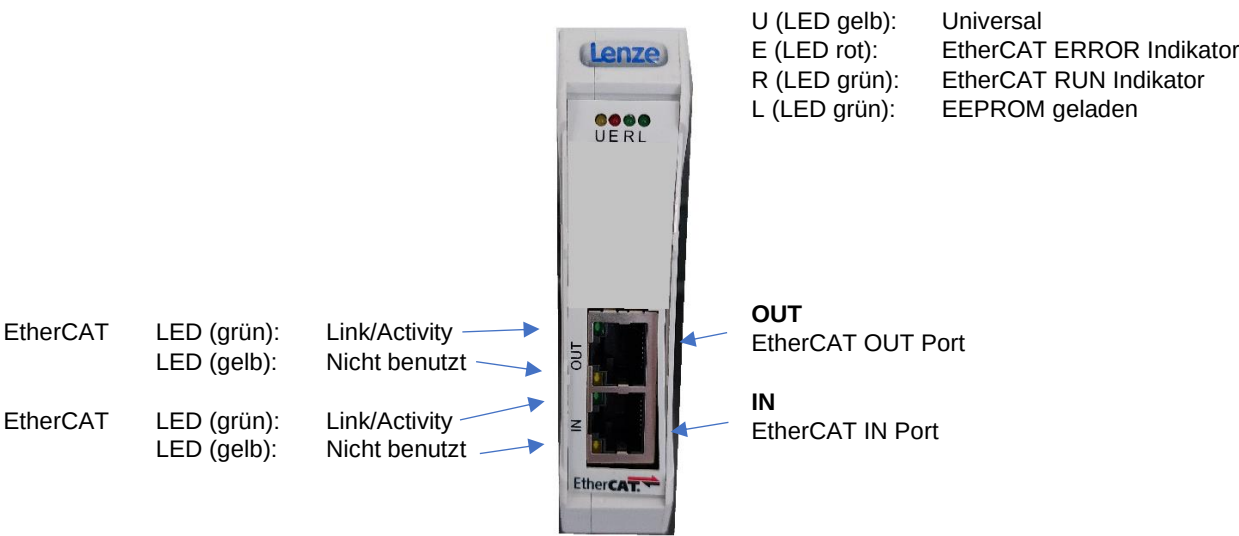

Abbildung 3: Position der LEDs in der Frontplatte
- Die zugelassene Betriebslage ist wie abgebildet. (Abbildung 3) Weitere Betriebslagen sind nicht zugelassen.